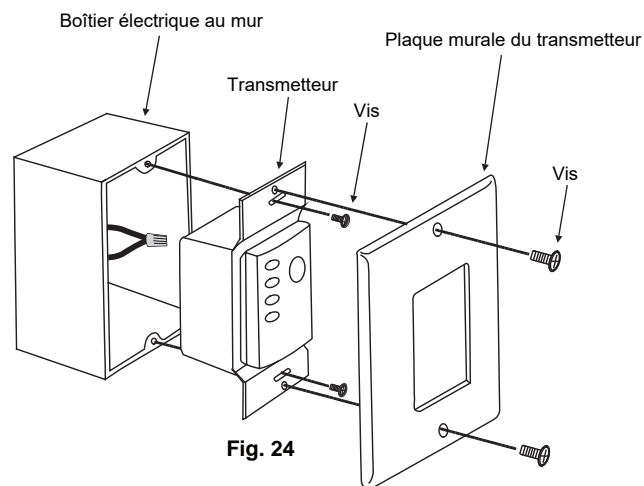

Fig. 24
Étape 2. Utiliser les vis fournies pour installer le transmetteur dans le boîtier électrique mural (**Fig. 24**).
Étape 3. Utiliser les vis fournies pour installer la plaque du transmetteur mural (**Fig. 24**).